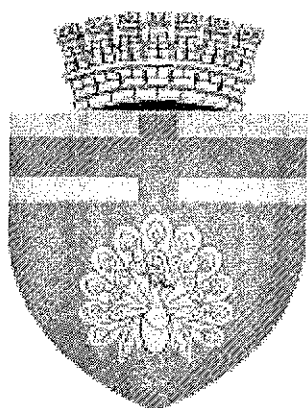

Fig. 2
2.3.4 Banca va fi personalizată astfel: pe o laterală exterioară a picioarelor se va inscripționa prin decupare textul " Primăria Municipiului Botoșani" și pe cealaltă sigla municipiului "Împreună dezvoltăm orașul". Sub ambele texte se va aplica stema municipiului prin una din metode: vopsire în câmp electrostatic sau confecționată din tablă de 1-2 mm grosime aplicată prin nituire (forma stemei din tablă va copia identic forma bombată a feței piciorului). Stema municipiului este prezentată în fig. 2 din Anexa 1 la prezentul. Această cerință este necesară atât pentru a personaliza mobilierul în zonele unde va fi montat cât și pentru a putea fi ușor de identificat în eventualitatea unor furturi.